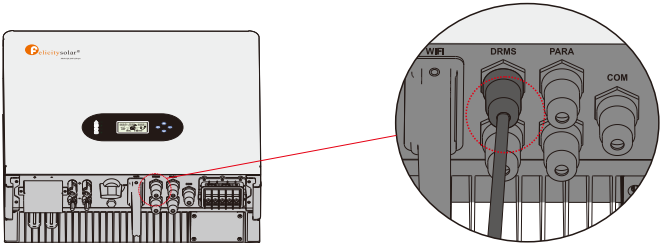

Figura 4.5-5 Interfaz Rj45
Paso 4. Conecte el terminal RJ45 en la posición correcta del inversor. Véase la figura 4.5-5.